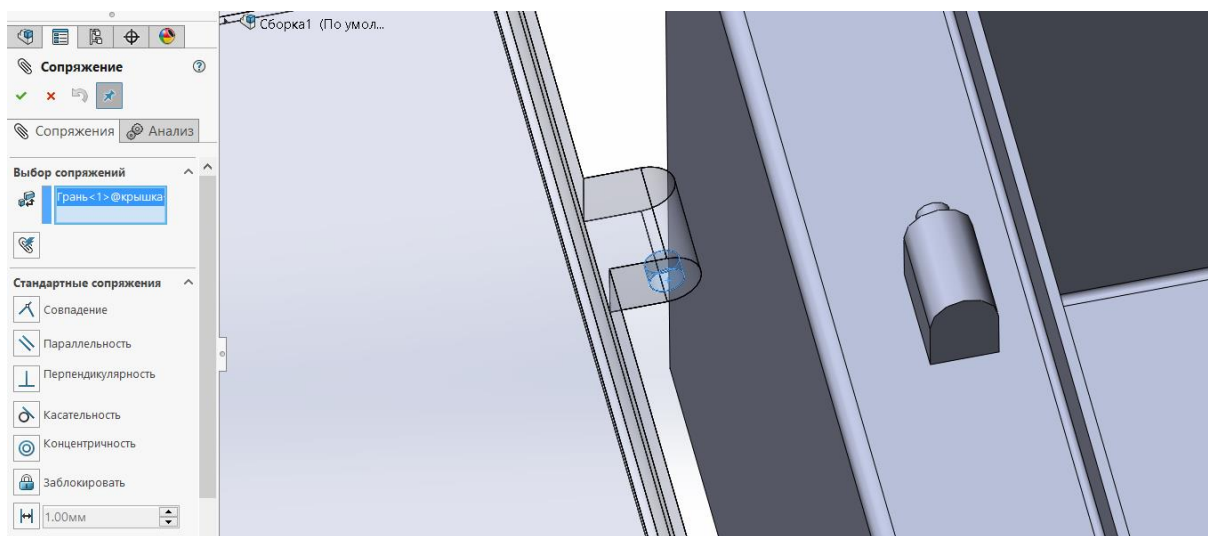

Рисунок 34 – создание сопряжение осей
45. На панели инструментов «Сборка» выбрать операцию «Условия сопряжения». Выделить внутреннюю поверхность выреза на крышке (рис. 34) и ось на блоке. Подтвердить операцию.